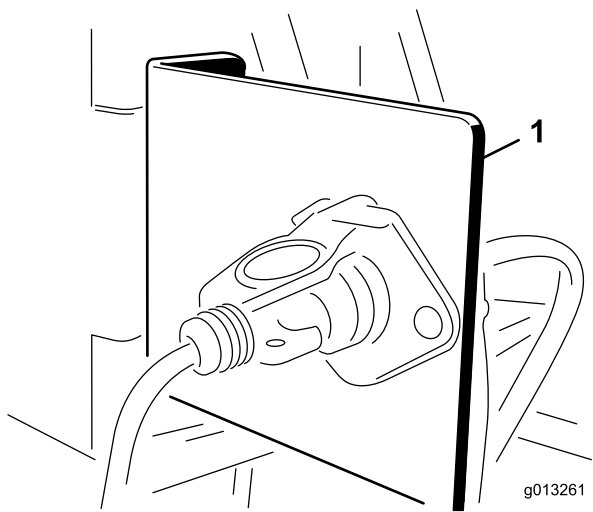

Figure 8
1. Montez le support de prise électrique sur un point fixe à l'arrière du véhicule tracteur au moyen de l'un des supports prévus (Figure 8).